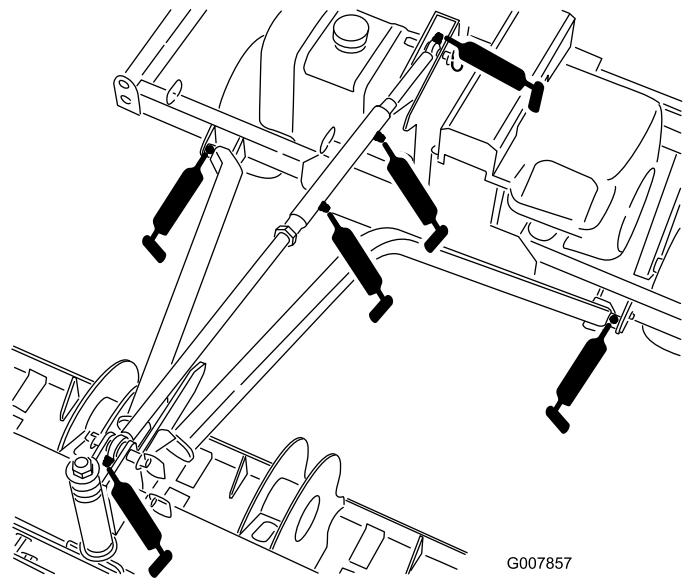

Figure 40
- Bâti de remorquage x 2 (Figure 40)